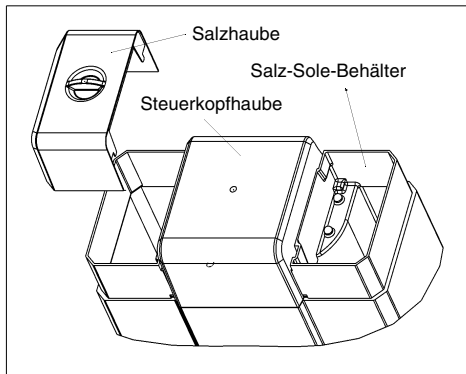

Abb. 11: Salzhauben abgenommen
- Beide Salzhauben abnehmen (siehe Abb. 11).
- Die Steuerkopfhaube nach oben abnehmen (siehe Abb. 11). Eventuell ist die Steuerkopfhaube festgeschraubt. In diesem Fall müssen zuerst die beiden Schrauben gelöst werden.